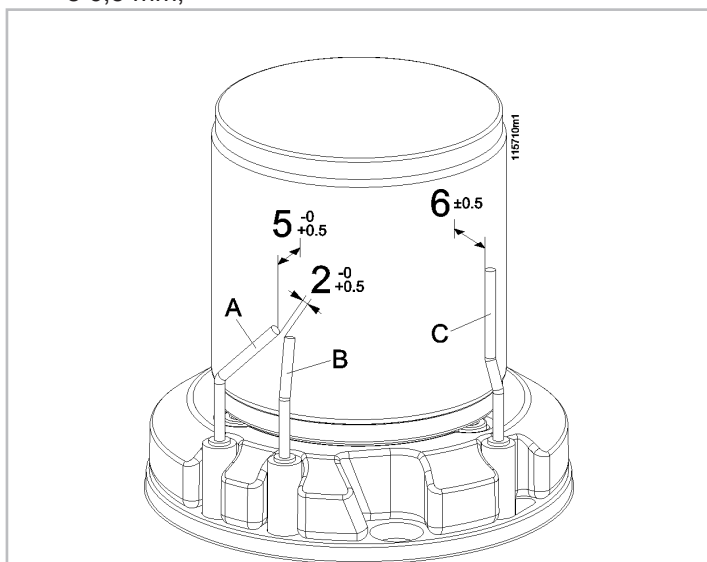

Figura 57
1. - Quando non è diversamente specificato fare riferimento a Figura 57;